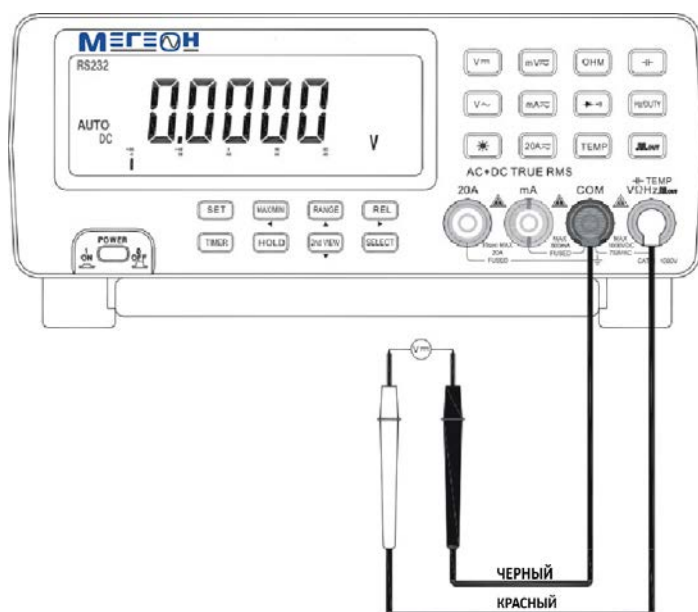

Рисунок 6. Измерение напряжения постоянного тока.
- Коснуться «щупом» контрольной точки. Способ измерения представлен на Рис. 6.